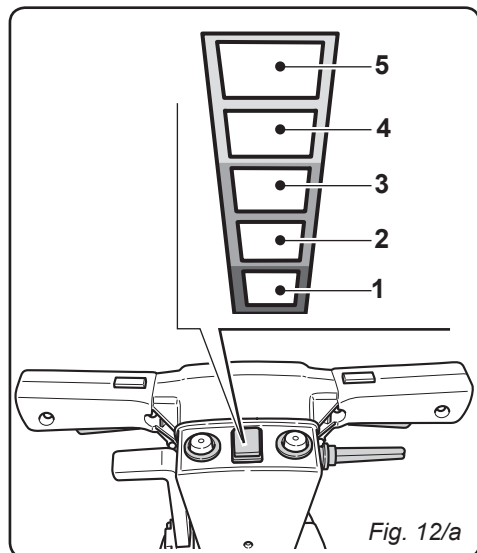

Fig. 12/a
9.1.f - Contatore (Fig. 12/a).